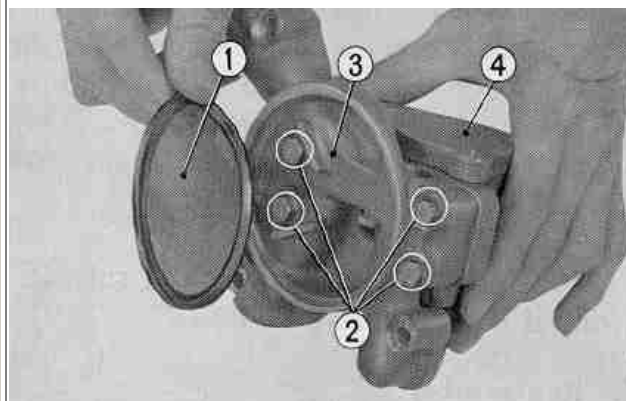

Fig. 3-12 (1) Filtro a succheruola (2) Bulloni esagonali 6 mm (4) Base pompa olio (5) Corpo pompa olio
5. Togliere il filtro della succheruola e svitare le 4 brugole da 6 mm alla base della pompa per separare il corpo della pompa dalla base. (**Fig. 3-12**)